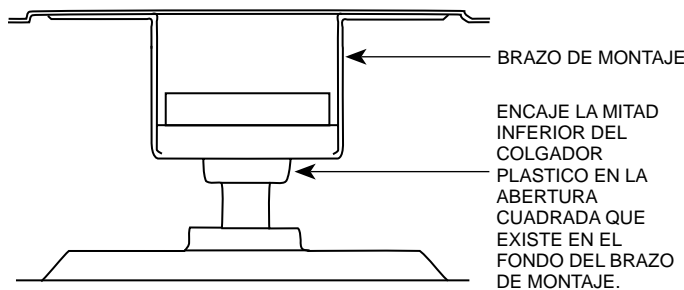

FIGURA 8
B. Gire el motor y el conjunto del colgador plástico hasta que la mitad inferior del colgador encaje en la abertura cuadrada que existe en el fondo del brazo metálico de montaje. Inspeccione el conjunto tratando de hacer girar el motor y el conjunto del colgador plástico. Cuando esté bien instalado, la parte superior del colgador plástico se asentará en forma plana dentro del brazo de montaje y el conjunto no se podrá hacer girar. Vea la Figura 8.